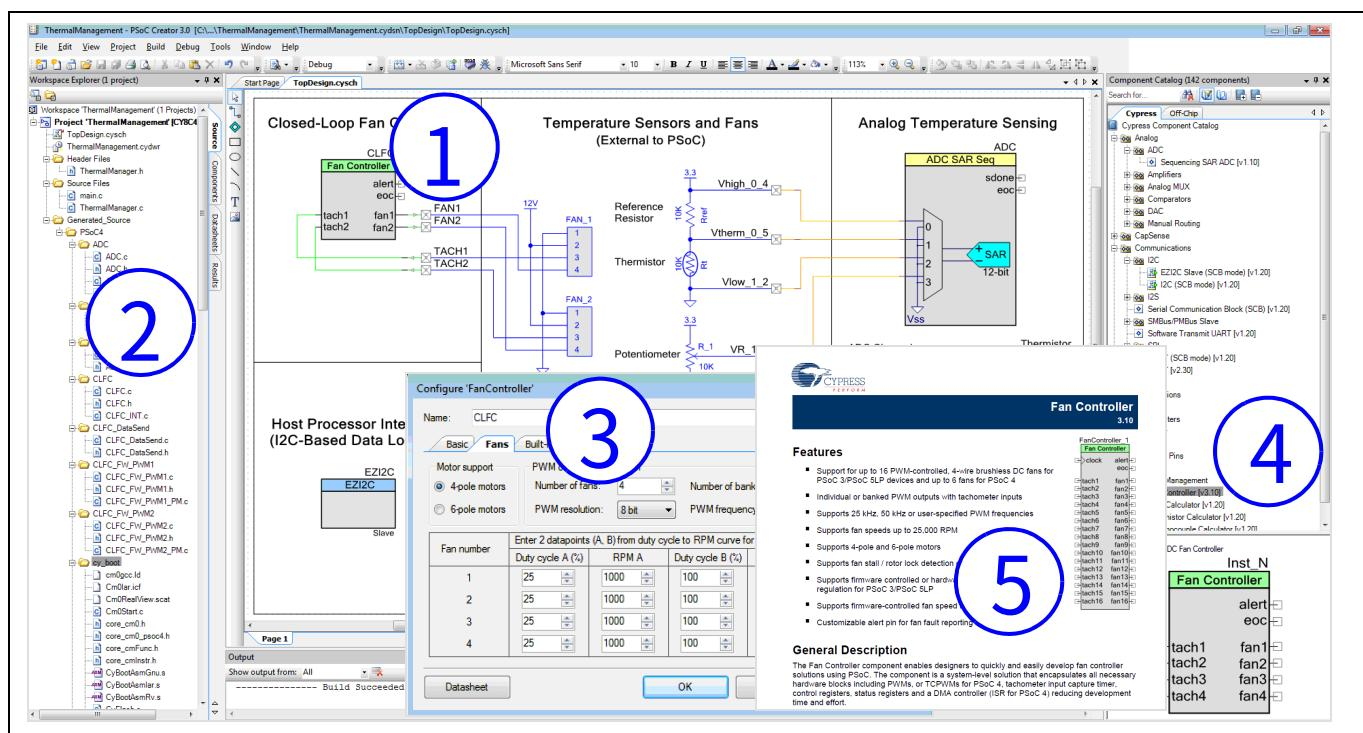

图 1 PSoC™ Creator 中多传感器的示例项目
**PSoC™ Creator** 是免费的基于 Windows 的集成开发环境 (IDE)，使您能够基于 PSoC™ 4 MCU 同时设计硬件和固件系统。如图 1 所示，PSoC™ Creator 可以执行以下操作：